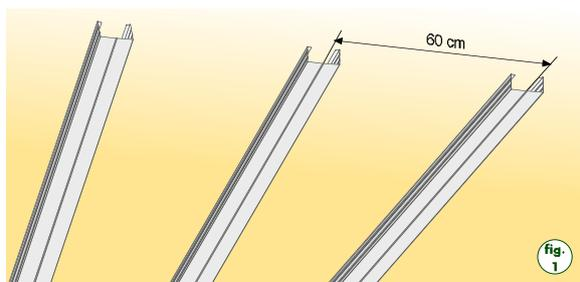

fig. 1
CANALES: (fig.1) Elementos en forma de "U", que sirven, normalmente como elementos perimetrales o de cuelgue, en los Techos del tipo "Canales y Montantes", tanto del tipo "S", como "D". Se presentan en distintos anchos.
CANAIS: (fig.1) Elementos em forma de "U" que servem normalmente como elementos perimetrais ou de suspensão nos Tectos do tipo "Canais e Montantes", tanto do tipo "S" como "D". Apresentam-se em diferentes larguras.
• Una vez colocados los Canales GL (estructura primaria), mediante las Suspensiones M-50 colgándolas del forjado y nivelándolas correctamente, se colocarán las Abrazaderas GL y en ellas se encajarán los Perfiles T-47, que conformarán la estructura secundaria. (Fig. 1)